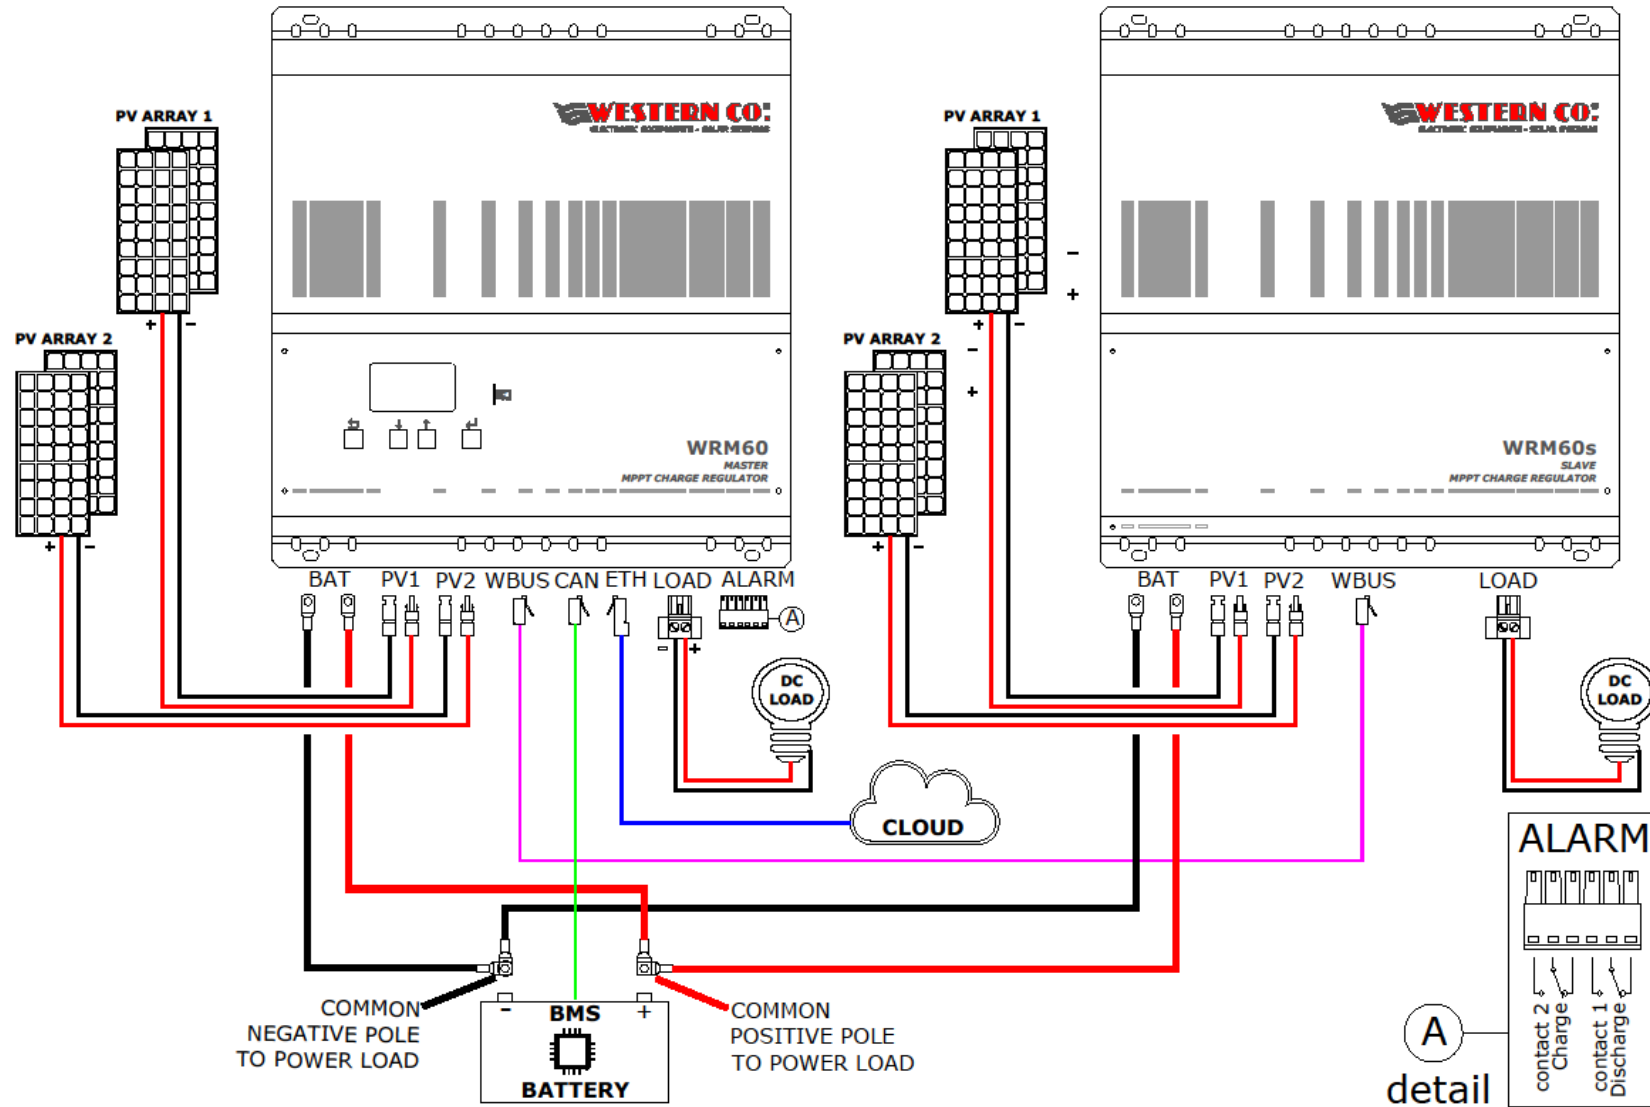

Fig.6 - Schema di collegamento WRM60 M - CB + WRM60 S
2. Effettuare tutti i collegamenti. Per il **WRM60/90-SB**, che prevede anche il collegamento del WBM, vedere **Fig.4 e Fig.5**. Per il **WRM60/90-CB** vedere **Fig.6**.²